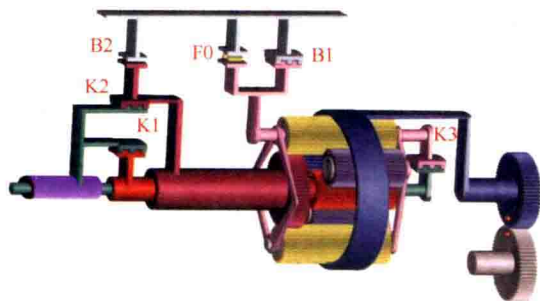
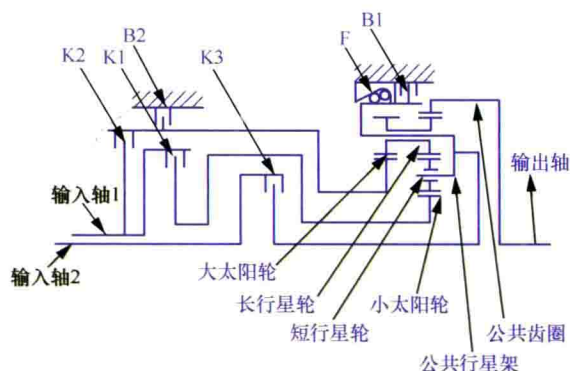

图 1-1 拉维娜式结构示意图
图 1-2 拉维娜式传动原理示意图
(1) 拉维娜式行星轮机构 拉维娜式行星轮机构由大太阳轮、小太阳轮、长行星轮、短行星轮、前后排公共齿圈以及公共行星架(长短销)组成。
(2) 行星排 两个行星排即前行星轮排、后行星轮排。前排为单级结构，后排为双级结构，前后排共用一个环齿圈和一个行星架(有些拉维娜式行星排的后排为单级结构，前排为双级结构)。
(3) 齿轮啮合 小太阳轮与短行星轮外啮合(外啮合改变旋转方向)，短行星轮再与长行星轮外啮合(外啮合改变旋转方向)，长行星轮与环齿圈内啮合(内啮合旋转方向相同)，齿圈与输出轴相连。行星轮机构中的两个太阳轮独立运动。
(4) 动力传递 通过离合器接合将动力分别传给两个太阳轮或行星架，可以得到四个前进档和一个倒档，如图 1-1、图 1-2 所示。